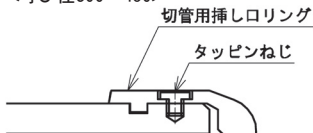

図82 タッピンねじの締め付け
- ⑤ プラスドライバを用いてタッピンねじを締め付けて切管用挿し口リングを固定する（切管用挿し口リングからねじの頭部が飛び出ない程度が目安 図82）。タッピンねじが所定の位置まで締め込められない場合は、⑨の手順に従い再加工を行う。